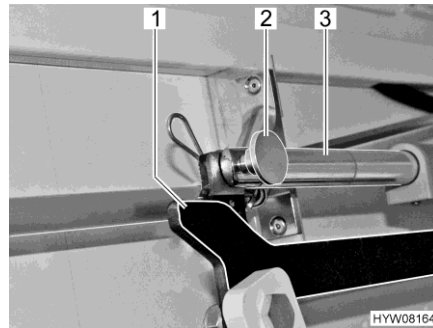

Fig. 111 Accionamiento (cama elevada)
- Retirar la unión (la clavija hendida de retención y el perno) (Fig. 111,2) entre la barra de empuje (Fig. 111,3) y la palanca (Fig. 111,1).
- Meter la mano por abajo entre la pared lateral y el varillaje de la cama elevada, y retirar la unión (la clavija hendida de retención y el perno) (Fig. 111,2) entre la biela (Fig. 111,3) y la palanca (Fig. 111,1).